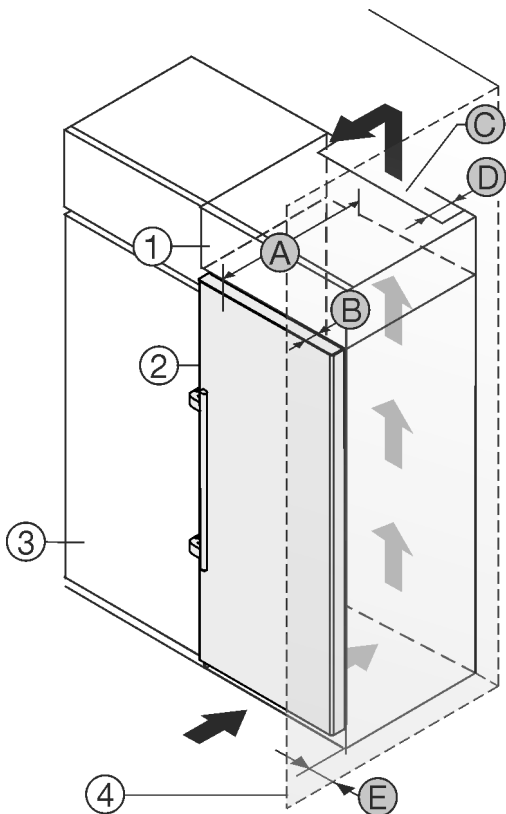

Fig. 2
- (1) Nastavná skříňka*
- (2) Přístroj*
- (3) Kuchyňská skříň*
- (4) Stěna*
- (A) Hloubka přístroje*
- (B) Hloubka dveřík*
- (C) Ventilační průřez*
- (D) Vzdálenost zadní strany přístroje*
- (E) Vzdálenost k zadní straně přístroje*
Můžete přístroj nainstalovat přímo vedle kuchyňské skříňky Fig. 2 (3).*
Na zadní straně nastavné skříňky musí být větrací šachta hluboká Fig. 2 (D) přes celou šířku nastavné skříňky.*
Pod stropem místnosti musí být dodržen ventilační průřez Fig. 2 (C).*
Když přístroj instalujete závěsy vedle stěny Fig. 2 (4), musí být vzdálenost mezi přístrojem a stěnou minimálně 57 mm. To odpovídá přesahu madla při otevřených dveřích.*
Aby bylo možné dveřka plně otevřít, musí přístroj přesahovat o hloubku dveřík Fig. 2 (B) vůči přední linii kuchyňské skříňky. V závislosti na hloubce kuchyňských skříňek Fig. 2 (3) a použití vymezovačů odstavu od stěny může přístroj vyčnívat dále.*